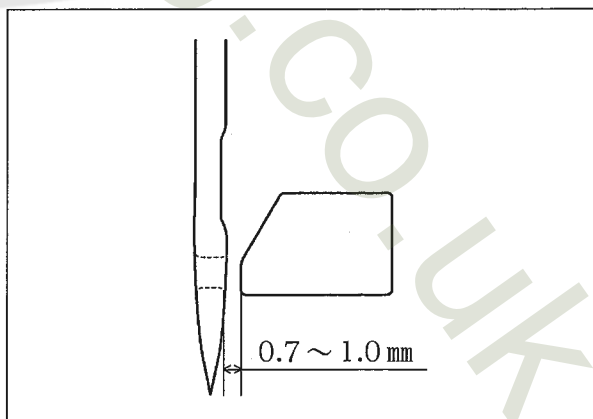

図 27
① 補足
針が最も下がったとき、針と針受ケ(後)①のすき間が0.7～1.0 mmであることを確認してください。(図 27)